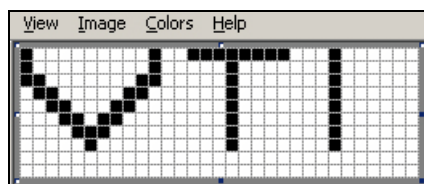

Figura 5-60: Logotipo creado en Microsoft Paint
- 6 Cree el logotipo necesario en la página (consulte la Figura 5-60).